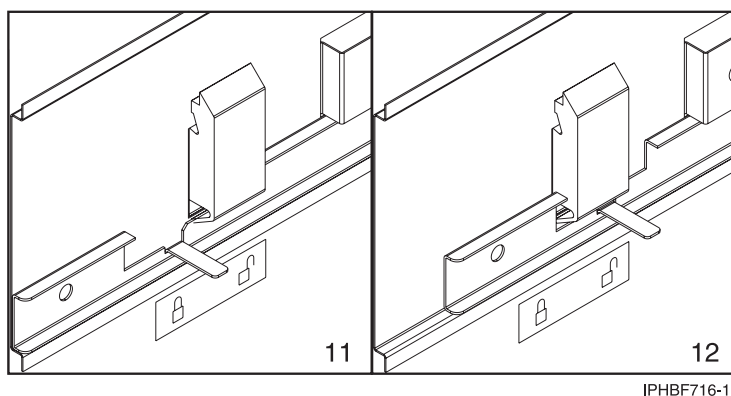

Figura 56. Col·locació de l'adhesiu d'obert/tancat al panell de coberta
- e. Poseu l'adhesiu d'obert/tancat a l'interior del panell de la coberta de manera que quan la barra corredissa estigui tancada, la pestanya es trobi a sobre del símbol de tancat (11), com es mostra a la Figura 56 a la pàgina 75, i a sobre del símbol d'obert (12) quan la barra corredissa estigui oberta.